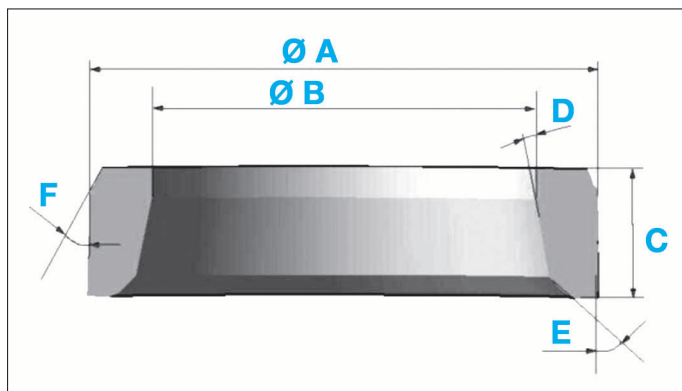

FIG. 5
**Caractéristiques des sièges (Fig.5)**